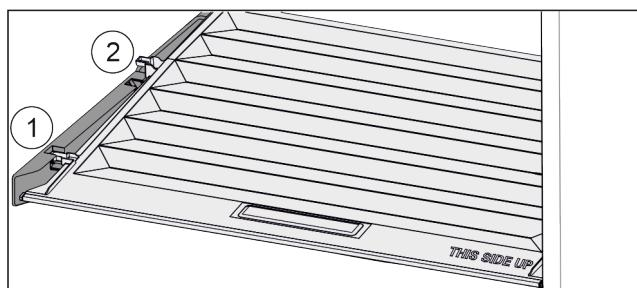

Fig. 103
- ▶ Потянуть крышку до отверстия в поддерживающих деталях вперед Fig. 103 (1).
- ▶ Поднять сзади снизу и извлечь Fig. 103 (2) движением верх.